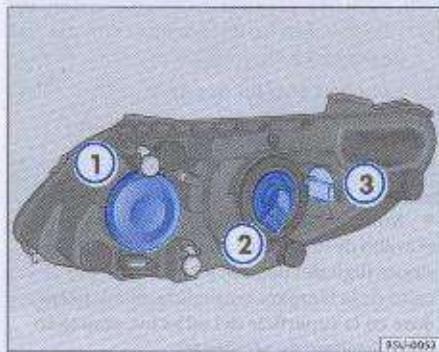

Fig. 141 Cuadro general de las lámparas
- Remueva el guardapolvo de protección → fig. 141 ①.